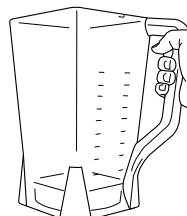

Fig. 1
- 3 Placez le pichet sur le bloc-moteur (**Fig. 1**).